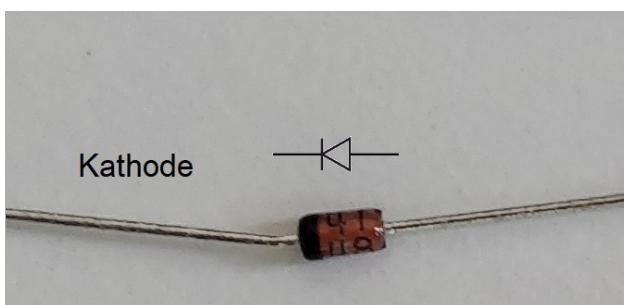
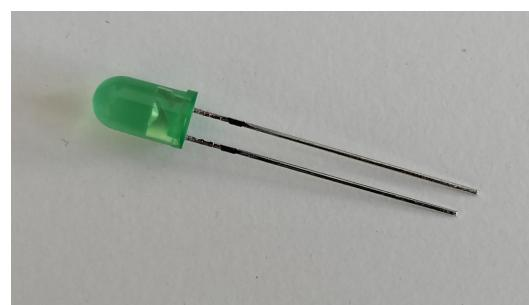

Abb. 6: Diode
Abb. 7: Leuchtdiode (LED)
Dioden sind elektronische Bauelemente, die den Strom nur in eine bestimmte Richtung leiten. Dabei leiten sie von der Anode zu Kathode hin, umgekehrt sind sie nicht leitend und zeigen ein Sperrverhalten. Daher ist auch hier die Polung der Bauelemente relevant. Abbildung 6 zeigt ein Beispiel für eine Diode. Der schwarze Strich markiert die Seite der Kathode. Leuchtdioden (Abb. 7) bestehen aus Halbleitermaterialien, die leuchten, wenn Strom hindurch fließt. Um die Polung zu markieren, ist die Kathodenseite der hier verwendeten runden LEDs leicht abgeflacht.
6. Die Dioden 1N4148 (Abb. 6) an den Stellen D1, D2, D3, D4, D5, D6, D7 und D8 einlöten. Dabei die **Polarität** beachten. Der Streifen auf der Diode muss in Richtung des Streifens auf der Platine zeigen.
12. Die grünen LEDs (Abb. 7) LED1, LED2 und LED3 einlöten. Dabei die **Polarität** beachten. Die abgeflachten Seiten der LEDs sind auf der Platine markiert.